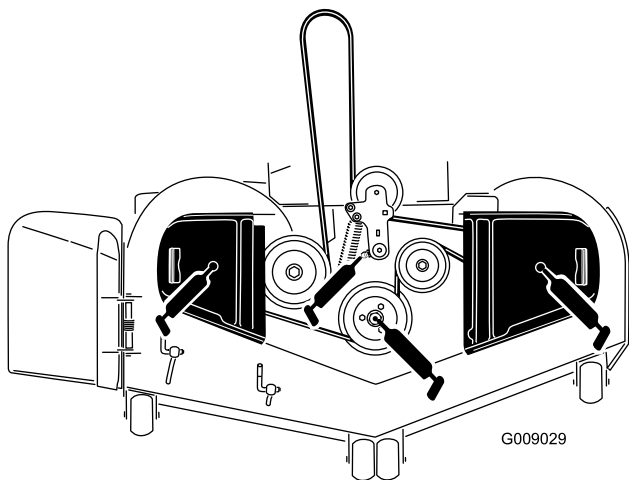

Figura 42
3. Engrase el pivote de la polea tensora de la carcasa de corte hasta que salga grasa por el extremo inferior (Figura 42).
4. Engrase los 3 cojinetes de los ejes hasta que salga grasa (Figura 42).